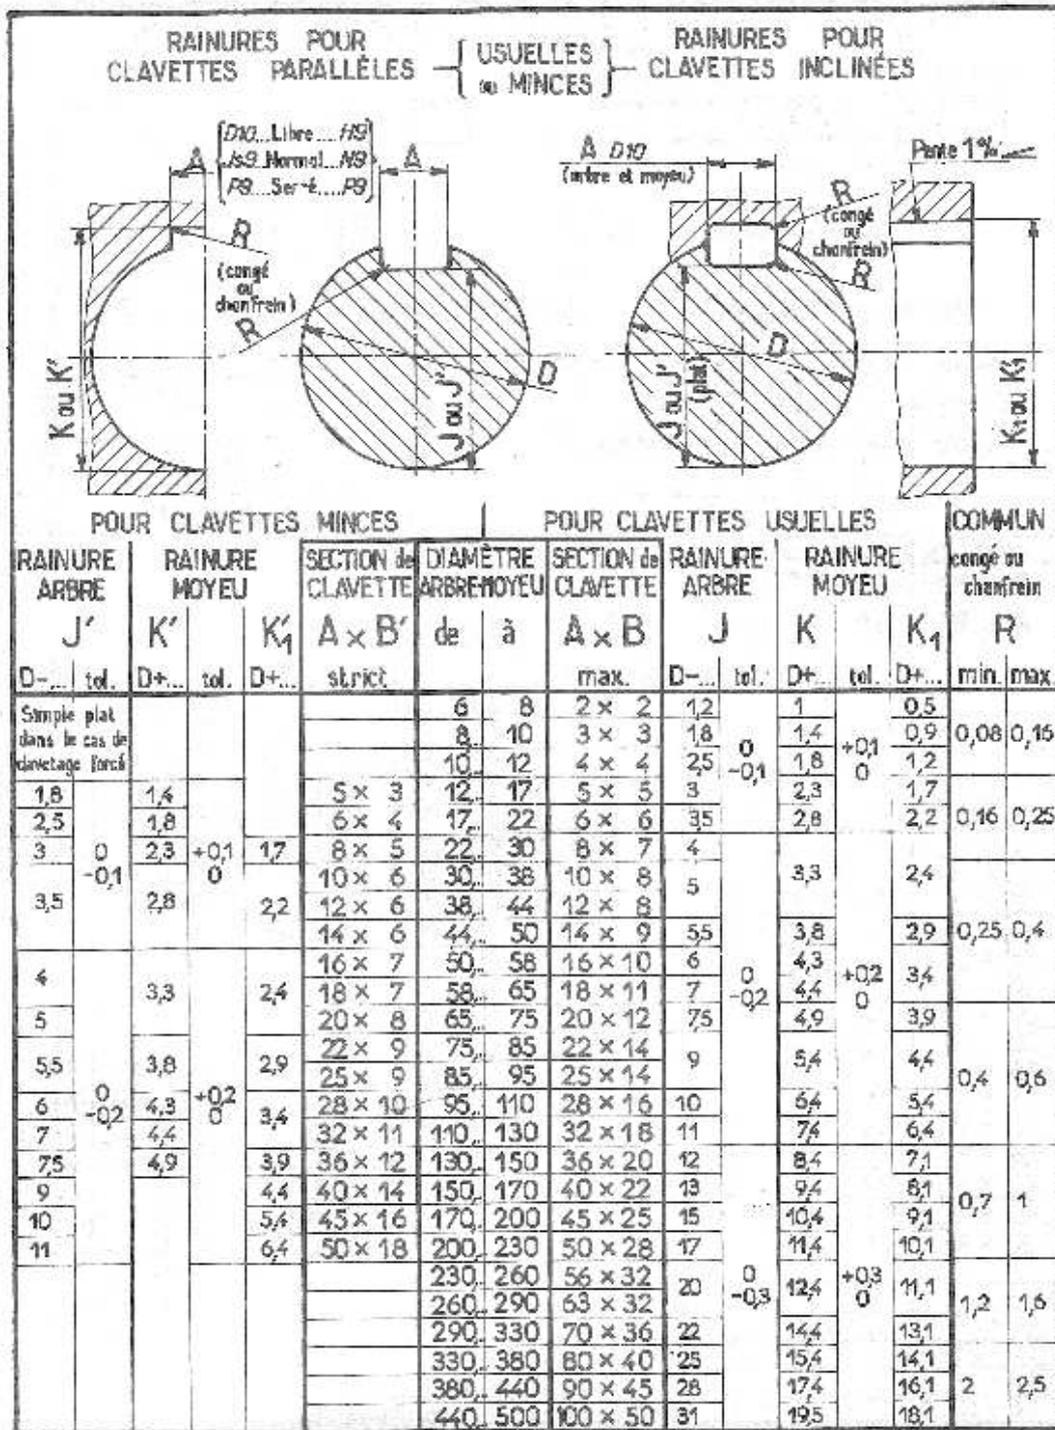

FIG. 6 - Clavette.
8) Calculez la longueur de la clavette usuelle de forme A à installer entre l'arbre (2) et la roue dentée (4), après avoir précisé ses cotes (cf FIG. 6 et FIG. 7), afin d'avoir une pression de matage inférieure à 75 MPa.